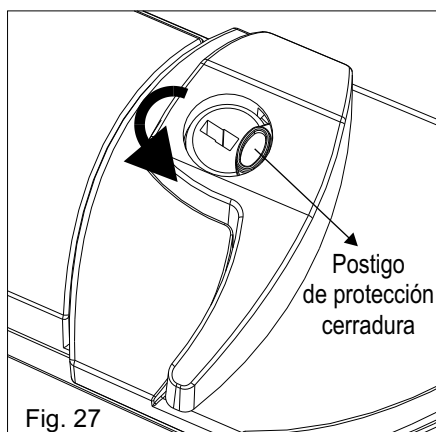

Fig. 27
- 1) Rodear el postigo de protección de la cerradura en sentido anti-horario (fig.27);